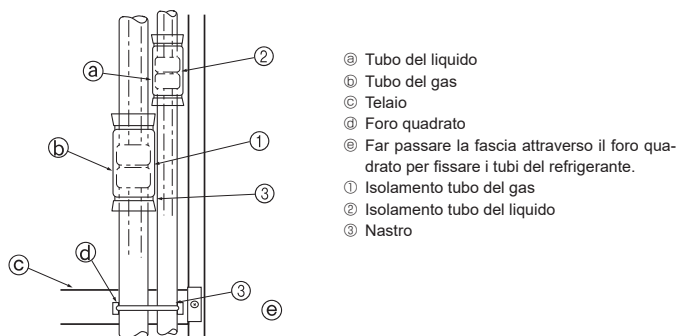

Fig. 4-5
- Durante l'operazione di rimontaggio, sospendere i supporti della griglia di ingresso ③ ai fori sui lati dei pannelli.
Isolare completamente i giunti a cartella ① e ② dei tubi del gas e del refrigerante, per evitare la formazione di condensa. (Fig. 4-5)
- Fissare i materiali isolanti del tubo del gas ① e del tubo del liquido ② ad entrambe le estremità, in modo che non scivolino e vengano ad allinearsi uno con l'altro.
- Una volta completato il lavoro di isolamento, utilizzare una fascia ③ per fissare il tubo del refrigerante al telaio (sotto la sezione del giunto del tubo). Questo impedirà al tubo del refrigerante di staccarsi dal telaio. (Qualora il tubo del refrigerante sia staccato dal telaio dell'unità, non sarà possibile installare la griglia.)